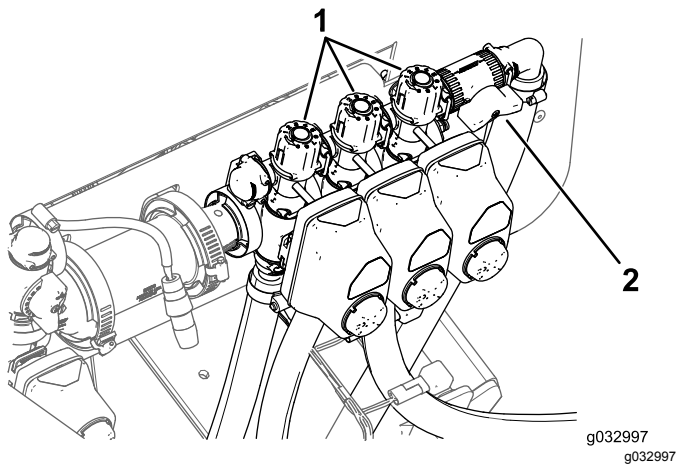

Figura 47
11. Desactive el brazo izquierdo y ajuste el mando de desvío del brazo (Figura 47) hasta que la velocidad indicada coincida con el valor anterior, según la tabla.